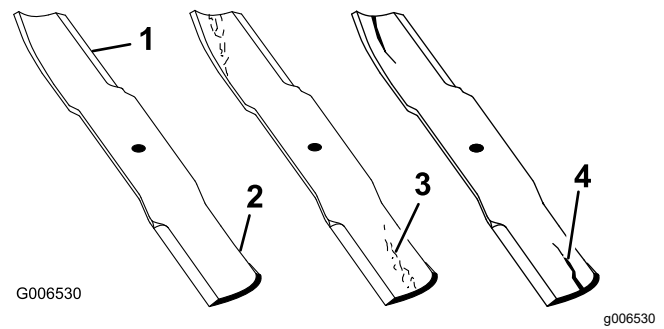

Bild 56
1. Untersuchen Sie die Schnittkanten (**Bild 56**).
4. Wenn Sie Risse, Verschleiß oder Rillenbildung in diesem Bereich feststellen, sollten Sie sofort ein neues Schnittmesser einbauen (**Bild 56**).